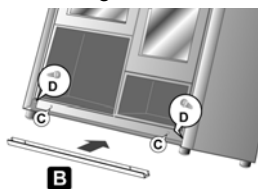

Abbildung 2
- Beide seitlichen Schrauben (D, siehe Abbildung 2) herausdrehen.
- Frontleiste (B) anlegen und an den Bohrungen der Einbauposition ausrichten.